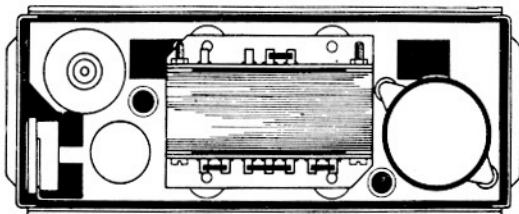
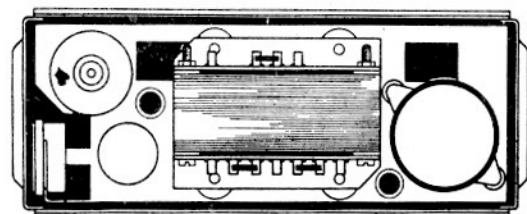

Fig. 5 6 V arrangement
Fig. 6 12 V arrangement
2. Commutez le transformateur vibreur selon fig. 5 ou fig. 6.
2. Conmutar el transformador-vibrador según la fig. 5 6 6.
2. Stromversorger nach Fig. 5 bzw. Fig. 6 umschalten.